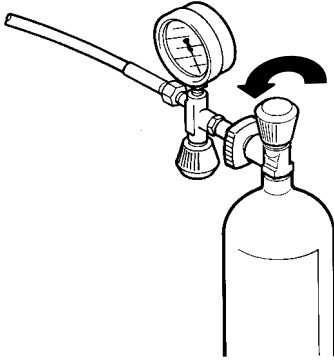

Fig. 12 Collegamento delle bombole per aria compressa
- Collegare la bombola per aria compressa al raccordo per la bombola (v. Fig. 12).